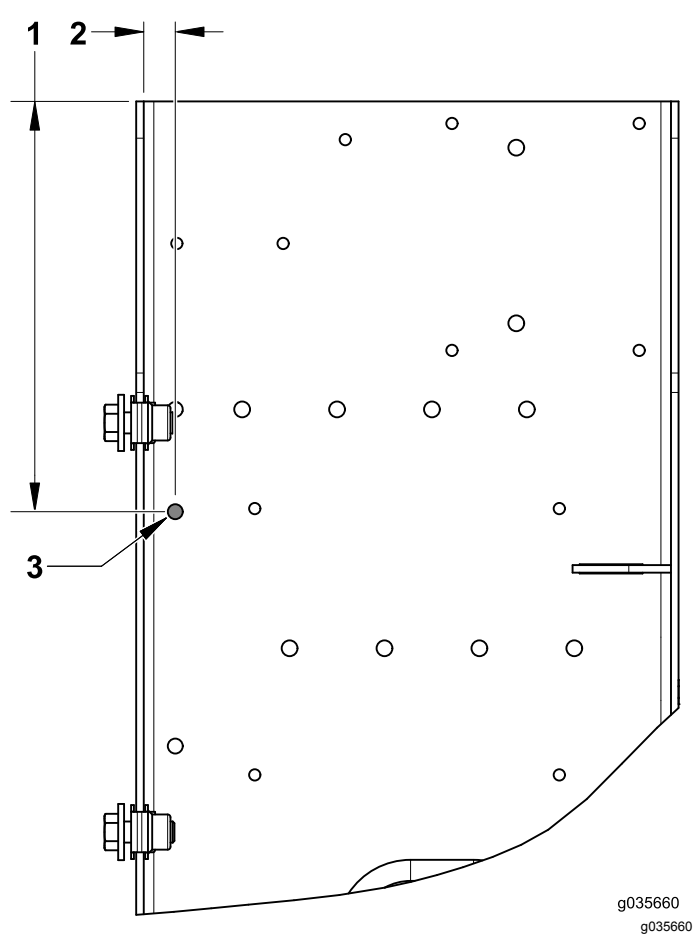

Figura 9
5. Individuate e praticate il seguente foro per il controller (Figura 9).